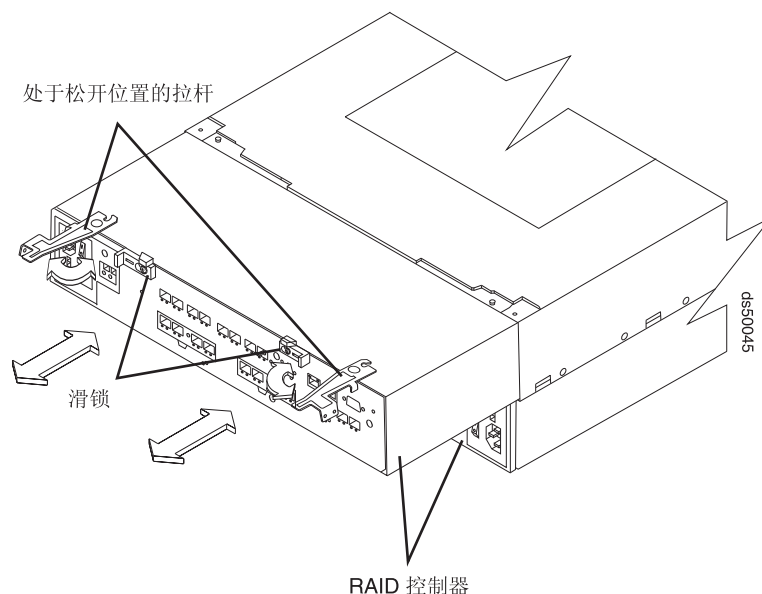

图 114. 从存储子系统中卸下控制器
- b. 使用拉杆来将控制器从存储子系统机箱中滑出。（第 173 页的图 114 显示了正从存储子系统机箱中滑出的控制器。）